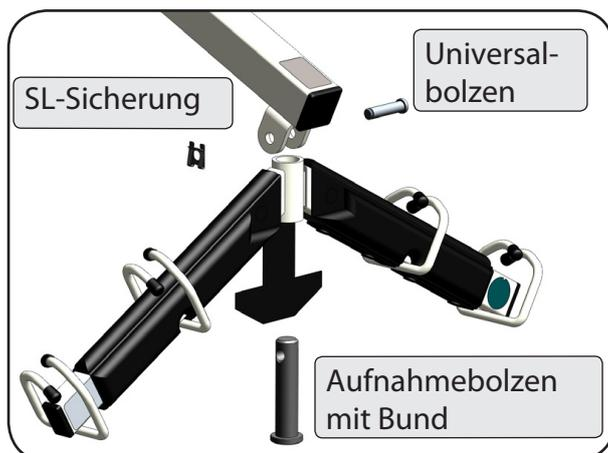

Abbildung 11
8. Stecken Sie den Aufnahmebolzen mit Bund von unten durch die Aufnahmehülse des Transportbügels. Befestigen Sie den Transportbügel mit dem eingesteckten Aufnahmebolzen, indem Sie ihn mit dem Universalbolzen am Hebearm verbinden und mit der SL-Sicherung gegen Lösen sichern (Abbildung 11 / 12).